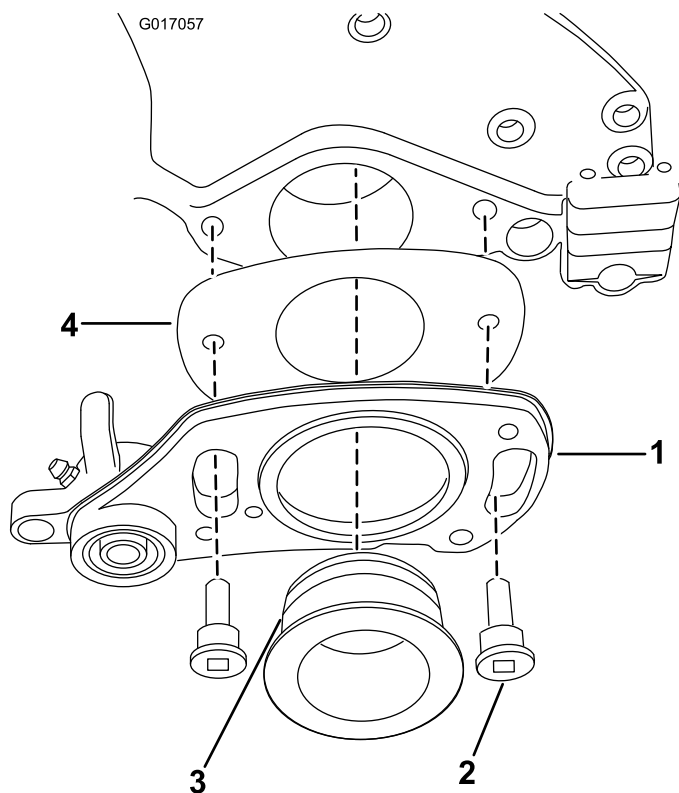

Figura 4
8. Deslize a placa dos calços para a traseira do conjunto da transmissão do lado esquerdo como se mostra na Figura 4.
9. Aplique uma leve camada de lubrificante no anel de retenção e furo piloto (Figura 4).
10. Prenda o conjunto da transmissão do lado esquerdo utilizando 2 parafusos com olhal como se mostra na Figura 4.